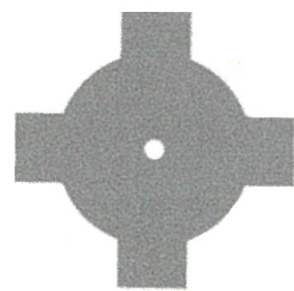

図3 DCモータ回転軸取り付け遮蔽板形状
- (e) DCモータの回転軸に取り付ける遮蔽板は円形で, 図3のように羽根が4つ付いている。